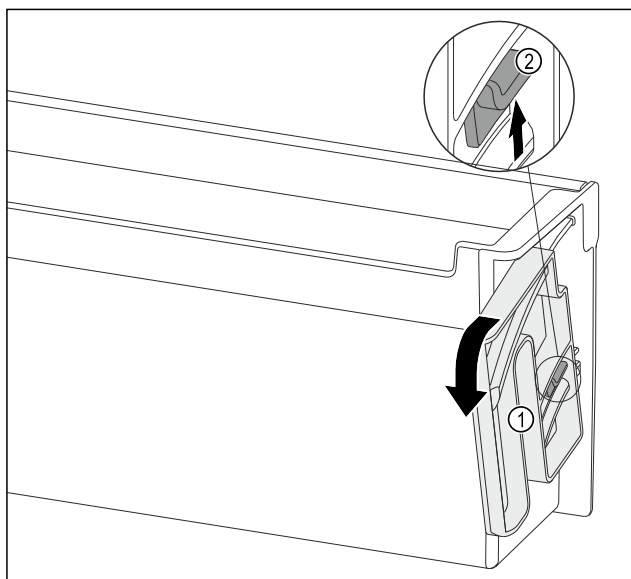

Fig. 117
- ▶ Otočte otočnú jednotku Fig. 117 (1) do uvedeného smeru až na doraz.
- ▶ Potlačte sponu Fig. 117 (2) nahor a odoberte otočnú jednotku Fig. 117 (1).